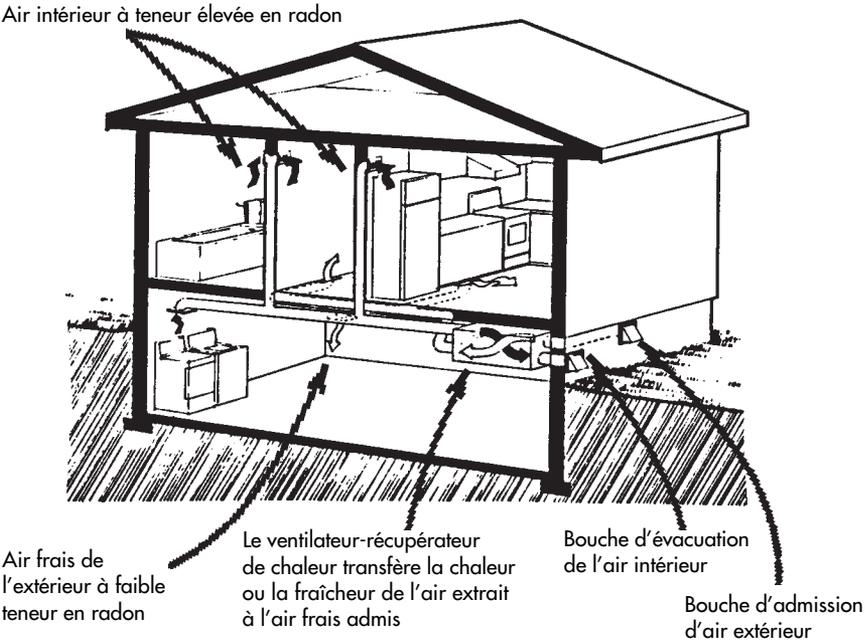

Figure 14. Augmentation de la ventilation au moyen d'un VRC
- 4 Il faut installer un système où l'entrée et la sortie de l'air sont contrôlées pour éviter une dépressurisation accrue de la maison, ce qui favoriserait l'infiltration de radon. L'installation d'un ventilateur-récupérateur de chaleur (VRC) permet d'atteindre cet objectif (voir la **Figure 14**).
- Installer un système de ventilation équilibrée tel un ventilateur-récupérateur de chaleur. Ce dispositif fonctionne à l'aide de deux ventilateurs, l'un d'aspiration et l'autre d'évacuation (voir la **Figure 14, page 21**). Il permettra de réduire la consommation d'énergie associée à la ventilation accrue de la maison.